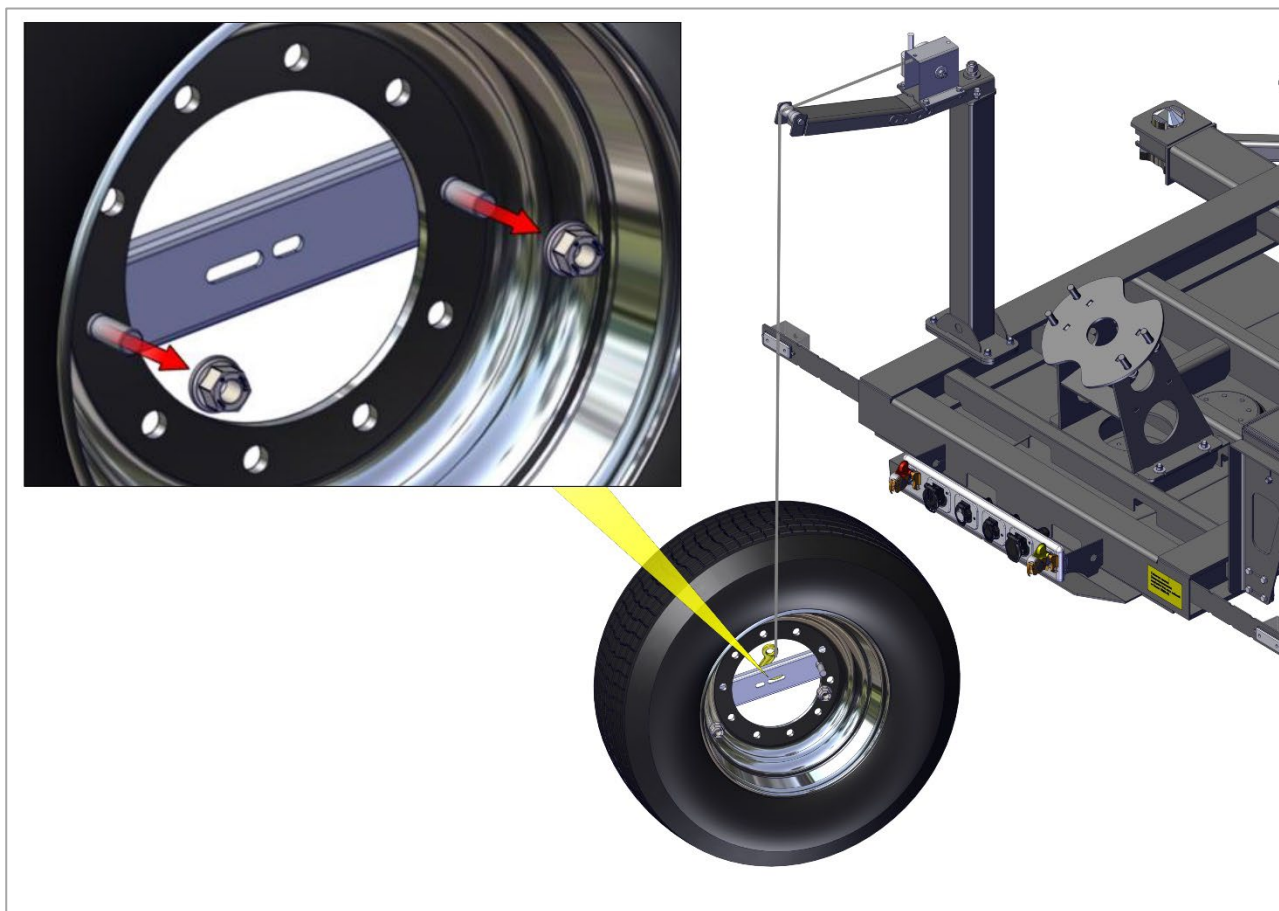

Рис. 72. Снятие колеса
5. Установить колесо на ровную поверхность, открутить гайки крепления планки с тросом к колесу, отсоединить планку от колеса (Рис. 72).